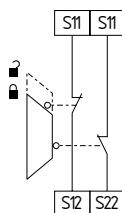

Fig. 9
**Surveillance de protecteur à 2 canaux avec dispositifs d'interverrouillage selon ISO 14119 (Fig. 9)**